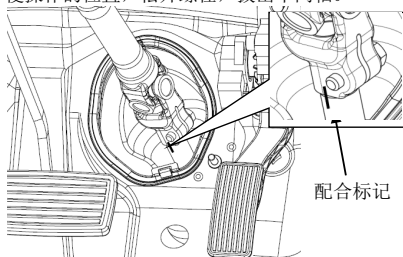

图 4-8
(9) 脱开中间轴总成与加长轴总成的连接。
① 在中间轴下端与转向器输入轴配合处做好配合标记，如图 4-8 所示。
② 此时可以套上转向盘转动，使螺栓处于方便操作的位置，松开螺栓，拔出中间轴。